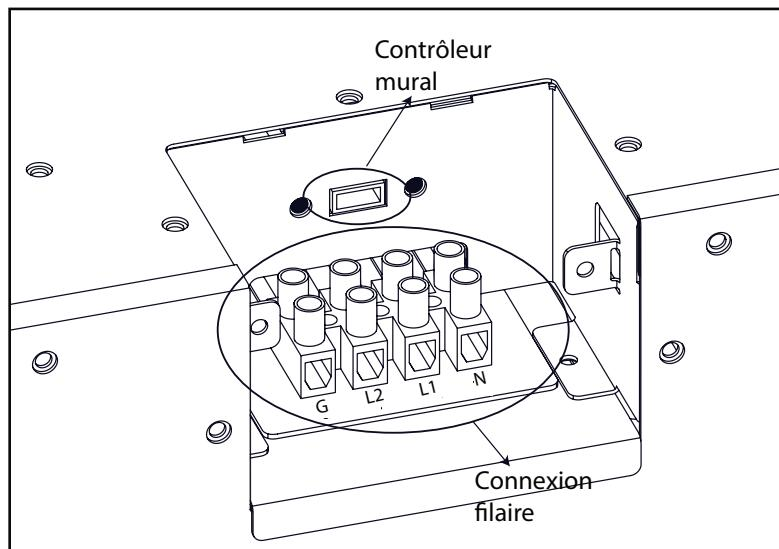

Fig. 4
- Localisez le câble électrique à 2 conducteurs ou 3 conducteurs souhaité sur le côté supérieur droit de l'enceinte pour l'installation du câblage électrique, en fonction de la capacité de sortie de chaleur souhaitée de 120 V ou 240 V (**Fig. 4**).